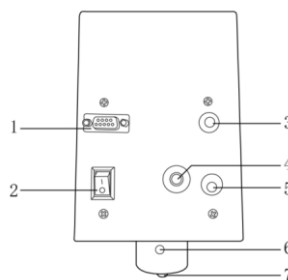

Figure 4
- Tourner la molette de levage pour déplacer la tête de l'appareil vers le haut et vers le bas. Si la molette est trop serrée ou trop lâche, ajuster la vis de serrage située à l'avant du support de levage jusqu'à obtenir une légère résistance ; cela permet d'éviter que la tête du viscosimètre ne descende sous son propre poids. Insérer le levier de la tête dans son orifice de montage (figure 4, point 4), mettre la tête à niveau et la fixer à l'aide de la molette de blocage.
- Insérer la sonde de température à l'arrière de l'appareil (figure 4, point 3) et placer-la sur le côté du récipient à l'aide de la pince.